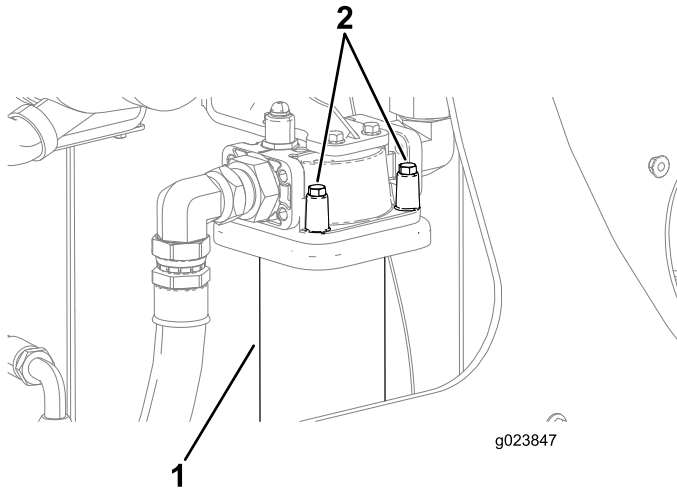

Bild 120
3. Stellen Sie eine Auffangwanne oder legen Sie mehrere Lappen unter den Ladefilter (Bild 120).
4. Halten Sie eine Hand unter den Hydraulikrücklauffilter und entfernen die vier Schrauben, wie in Bild 120 abgebildet.
7. Fluchten Sie den neuen Hydraulikrücklauffilter mit der Stelle aus, an der er sitzt, und ziehen Sie die vier Schrauben an (Bild 120).